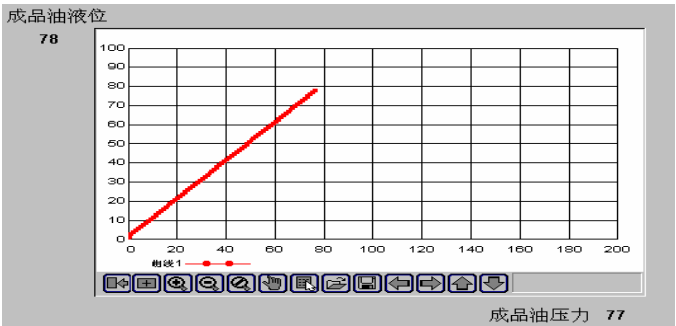

图 7-4 运行中的 XY 控件
- 6、单击“文件”菜单中的“切换到 VIEW”命令，进入运行系统。运行此画面，如图 7-4 所示：